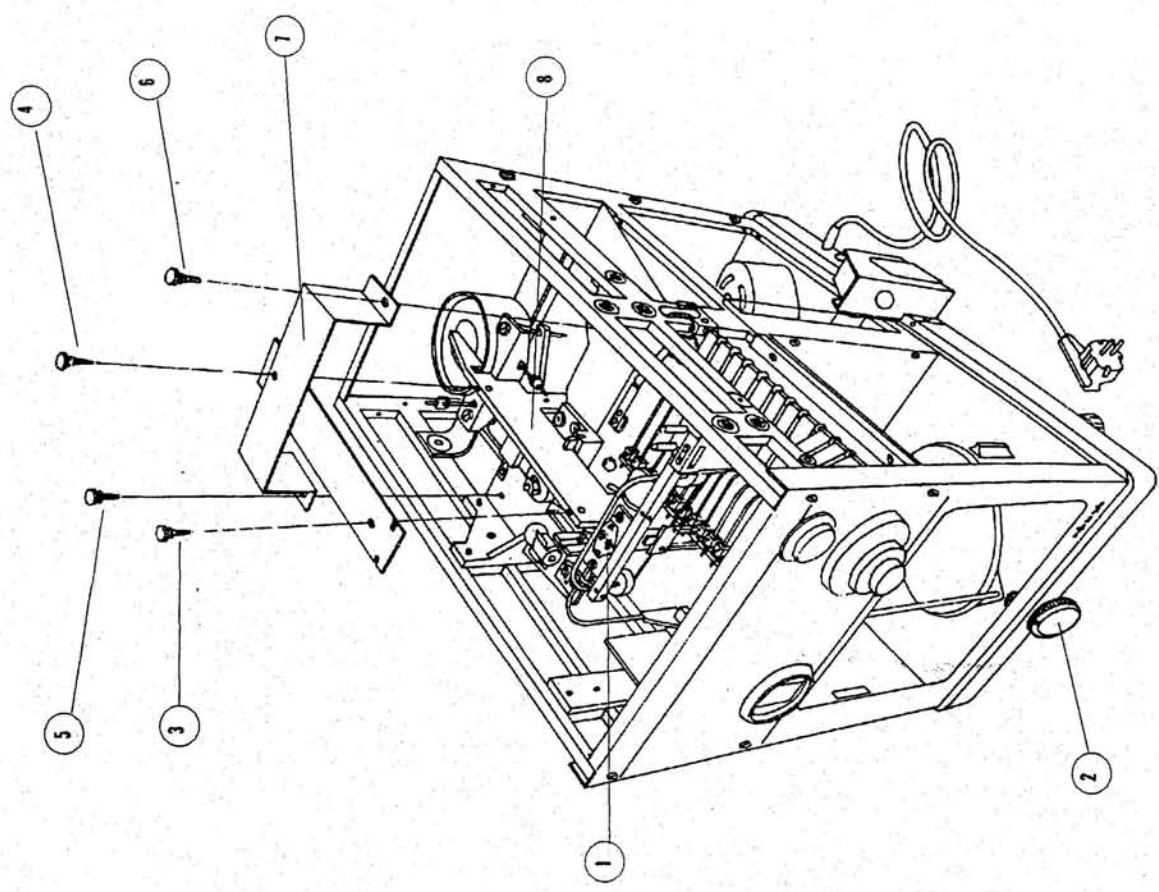

Fig. 2
- 5- Liberar la suspensión de sus fijaciones 1(Fig. 2), dejando la goma bajo la cuchilla de zafiro.
- 6- Colocar el mando de bloqueo en su lugar 2(Fig.2) y en posición de bloqueo (punto blanco hacia arriba), actuar como sigue:
Quitar los tornillos que fijan el puente bloqueador de transporte 7 (Fig.2), de color rojo a la cruz en el siguiente orden 3,4,5 y 6 (Fig.2), sujetando esta última 8(Fig.2) para evitar su caída.
- 7- Ahora es el momento de retirar la goma protectora de la suspensión 1(Fig.2). Levantando ligeramente la brida con una mano y con la otra tirando de la goma.
- 8- Guiar la cruz 8(Fig. 2), dentro de sus propios asientos.